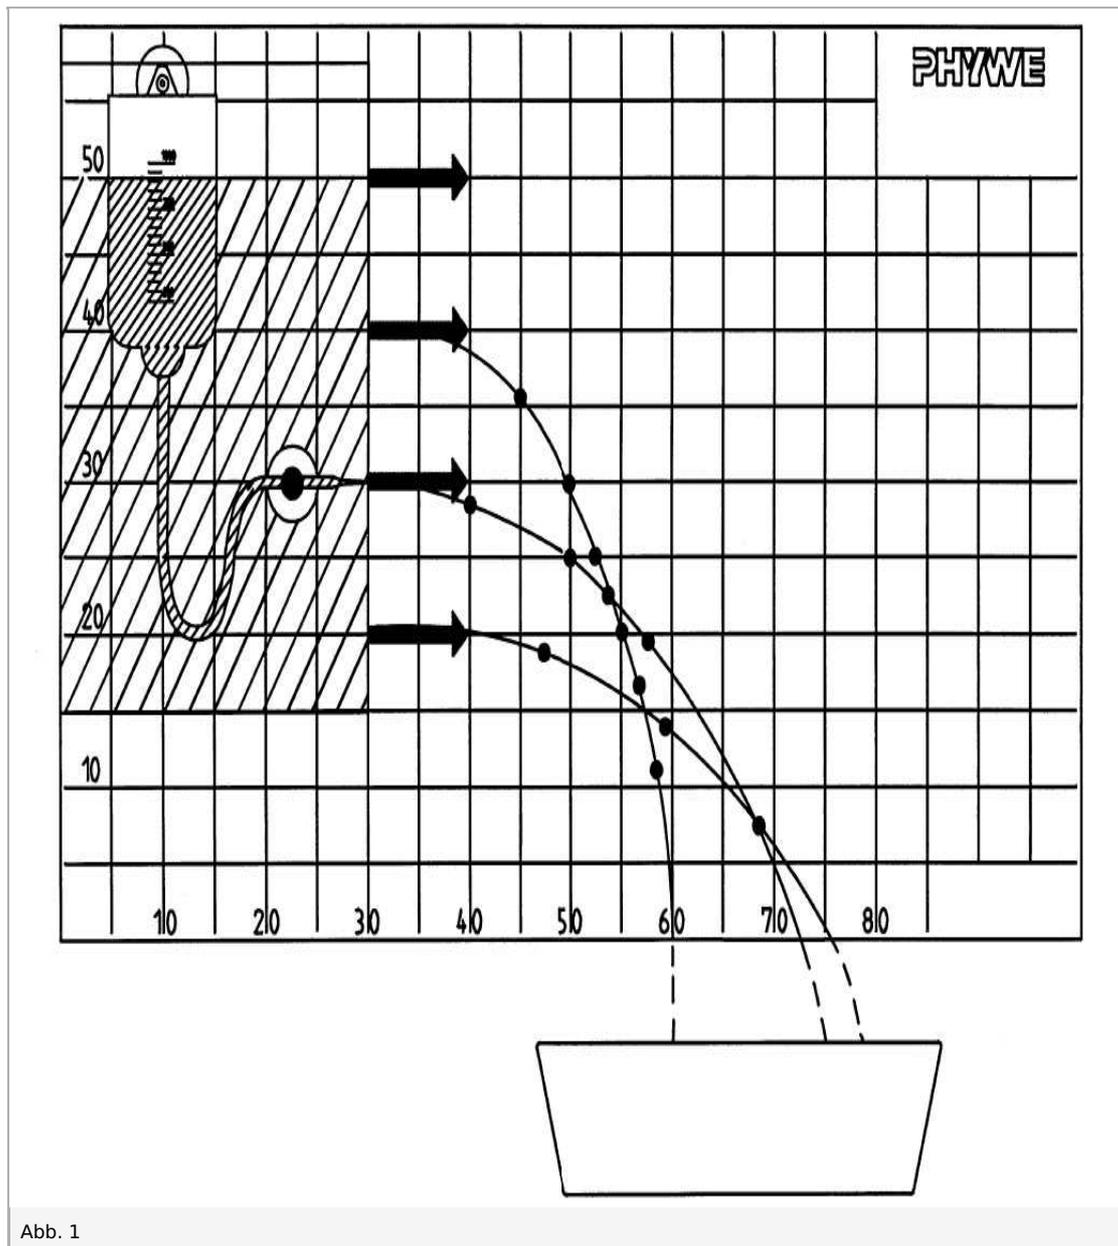

Abb. 1
- Umrisse eines gedachten größeren Gefäßes, das durch das Auslaufgefäß modellhaft repräsentiert werden soll, an die Tafel zeichnen (Abb. 1)